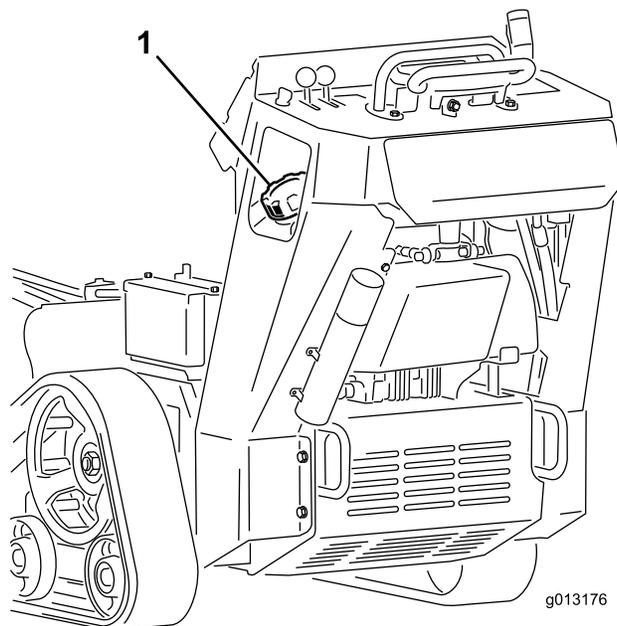

図 15
3. 燃料キャップの周囲をきれいに拭いてキャップを外す 図 15。